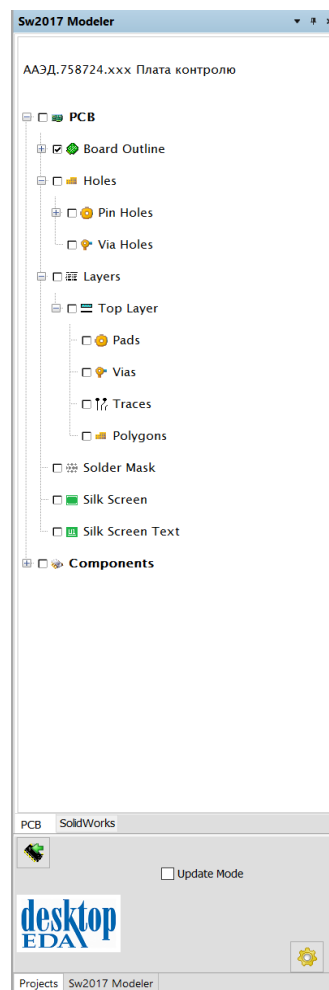

Рис. 1. Панель SW2017 Modeler
- використати плагін **SW2017 Modeler** (він є новим тому поки має деякі недоробки, якщо виникнуть проблеми можна повернутись до першого способу). Для цього необхідно його встановити **DXP > Extension and Updates > Installed > Altium 17 Modeler for SolidWorks 2017**. Далі в документі плати відкрити панель (правий нижній кут) **PCB > SW 2017 Modeler** (Рис. 1)